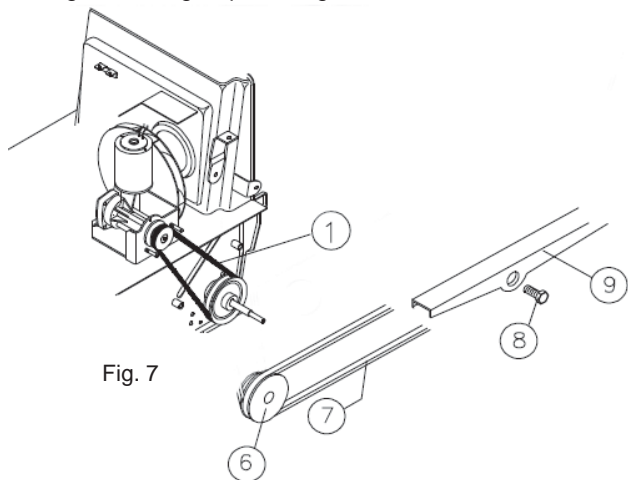

Fig. 7
- Togliere la cinghia pos. 7 Fig. 7 dalla puleggia pos. 6 Fig. 7.
- Svitare il perno di fissaggio pos. 8 Fig. 7 e fare uscire i ganci del braccio laterale pos. 9 Fig. 7 dall'anello dentato folle.
- Togliere la cinghia pos. 7 dal braccio laterale pos. 9 Fig. 7.
- Riagganciare il braccio laterale pos. 9 Fig. 7 all'anello dentato folle.
- Riavvitare il perno pos. 8 Fig. 7.
- Infilare la cinghia pos. 7 Fig. 7 nella puleggia pos. 6 Fig. 7.
- Togliere la cinghia pos. 1 Fig. 7.